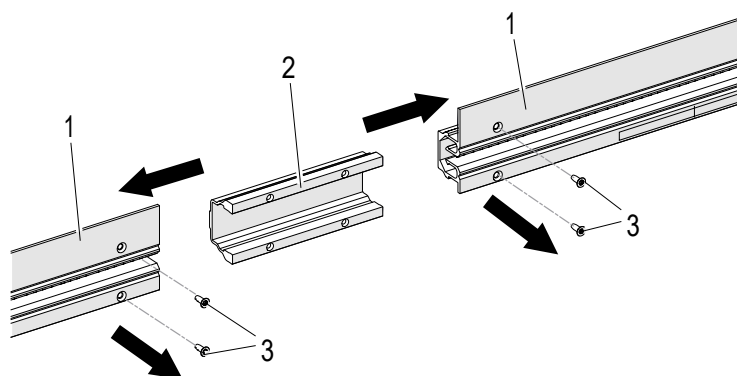

Abb. 70: Verbinder demontieren
- Die 4 selbstfurchenden Schrauben M3 x 8 (3) lösen, um den Verbinder (mittig) (2) demontieren zu können (Schraubentyp: Innensechsrund (TorxPlus) TP 10) (siehe Abb. 70).
- Schienen (1) von dem Verbinder (mittig) (2) abziehen (siehe Abb. 70).